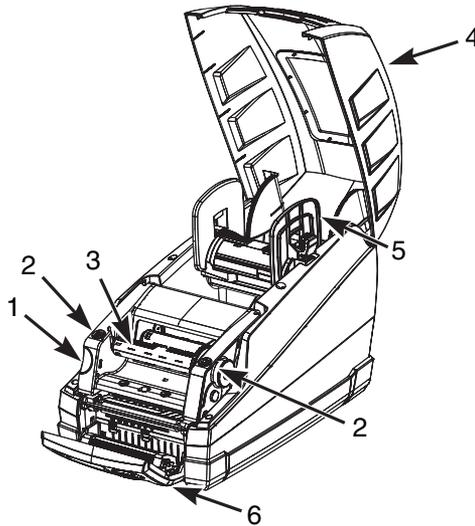
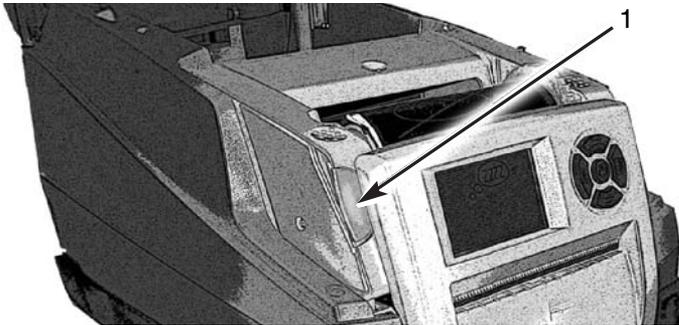
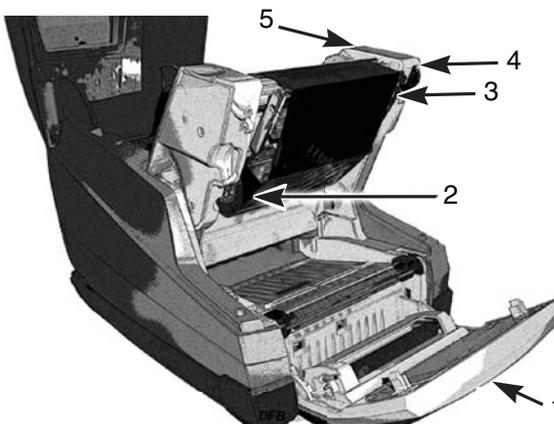
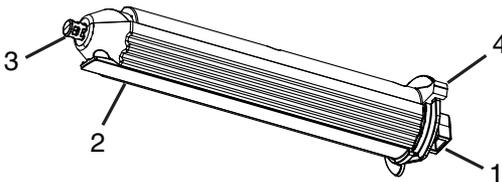

Figura 11, Impressora Brady IP
Figura 12, Botão de Desengate de Módulo de Impressão
Figura 13, Carregar a Fita
Figura 14, Carretel de Recolha da Fita
- Abra a tampa da impressora Brady IP (**Figura 11, 4**).
1. Abra a tampa (**Figura 11, 4**) e pressione o botão de desengate do módulo de impressão verde (**Figura 12, 1**) para abrir o painel de controlo (**Figura 13, 1**).
2. Eleve o módulo de impressão (**Figura 13, 4**).
3. Posicione a extremidade quadrada no carretel de fita no entalhe quadrado no lado direito da impressora, puxe o carretel para a direita e faça deslizar a extremidade do carretel para dentro do entalhe (**Figura 13, 2**) no lado esquerdo da impressora.
4. Coloque a extremidade da fita para a frente e sobre a cabeça de impressão térmica (**Figura 13, 3**) para o carretel de recolha da fita (**Figura 14**).
Para substituir o carretel de recolha da fita, posicione a extremidade quadrada (**Figura 14, 1**) do carretel no entalhe quadrado, no lado direito da impressora, puxe o carretel ligeiramente para a direita e faça deslizar a outra extremidade do carretel no entalhe, no lado esquerdo da impressora.
5. Faça deslizar a extremidade da fita debaixo do separador de fixação da fita (**Figura 14, 2**) para se para se destacar cerca de 60 mm do separador.
6. Faça girar a roda de ajuste (**Figura 13, 5**) algumas voltas completas, para se certificar que a fita não irá ser arrancada debaixo do separador de fixação da fita. A fita deve agora ser acomodada e alisada contra a cabeça de impressão.
NOTA: Para retirar a fita do carretel de recolha da fita, mantenha pressionada a alavanca de polegar (**Figura 14, 4**) para comprimir o carretel e fazer deslizar a fita para fora do carretel.
7. Aplique a pressão do polegar nas pontos de fecho (**Figura 11, 2**) em ambos os lados do módulo de impressão até que engate na devida posição. Quando o módulo de impressão estiver engatado devidamente, eleve o painel de controlo para a posição de fechado até ouvir um estalido.
8. Fecha a tampa da impressora (**Figura 11, 4**).